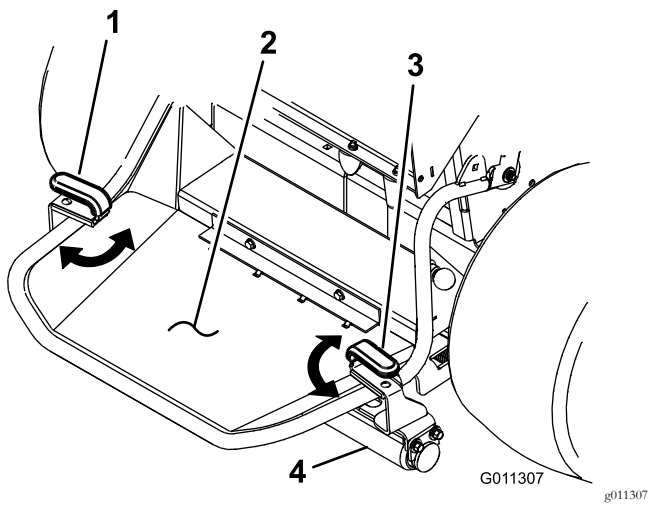

Figura 6
- Con la plataforma bajada, eleve el rodillo y gire la palanca de elevación sobre la plataforma (Figura 6).